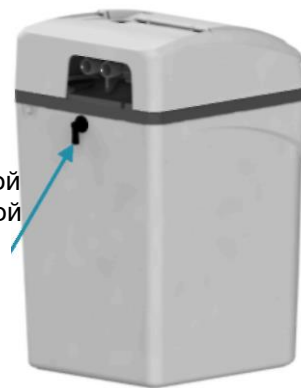

Рисунок 4: Патрубок самотечной переливной линии
- А. Подсоедините угловой патрубок переливной линии и убедитесь, что он повернут вниз. (См. Рисунок 4.)